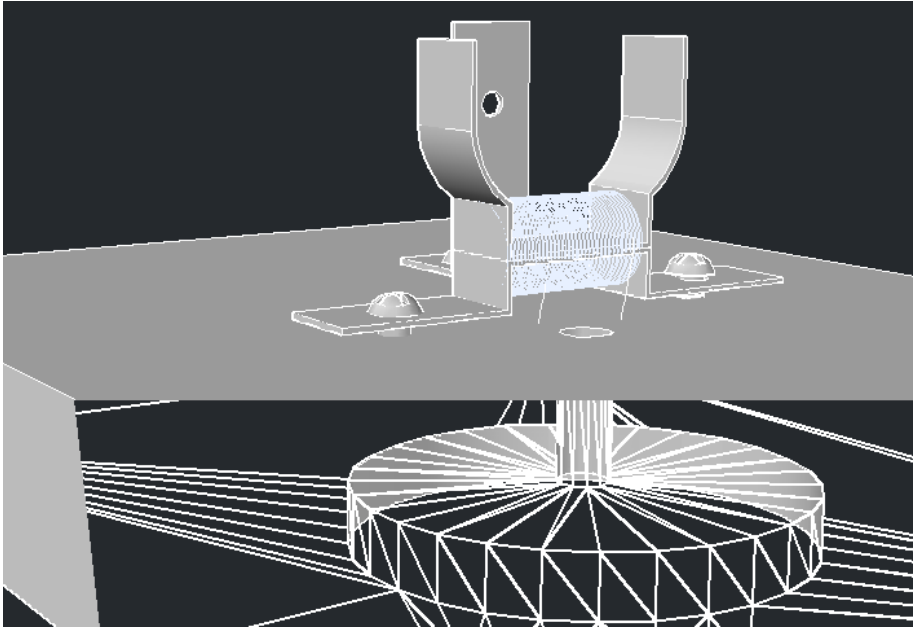

Figura 4.10. Bobina de campo.
-Poner la bobina de campo sobre la base de madera al inicio de la perforación que se hizo de 5 cm de diámetro por debajo, marcar los cuatro orificios (para los dos tornillos de la base de campo, los dos alambres de inicio y final de la bobina) como esta en la figura 4.10.